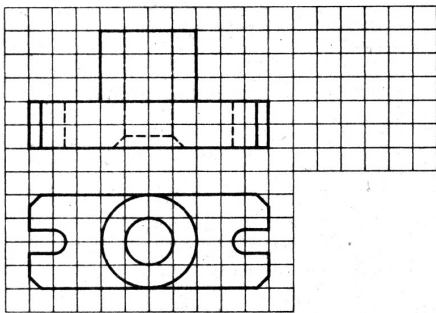

Bild 46.3. Stützteil
- ③ Zeichne das *Stützteil* in drei Ansichten (Bild 46.3.)! Die Ansichten von vorn und von links sind im Vollschnitt darzustellen! Nimm die Maßeintragung vor (1 Kästchen $\hat{=}$ 10 mm)!